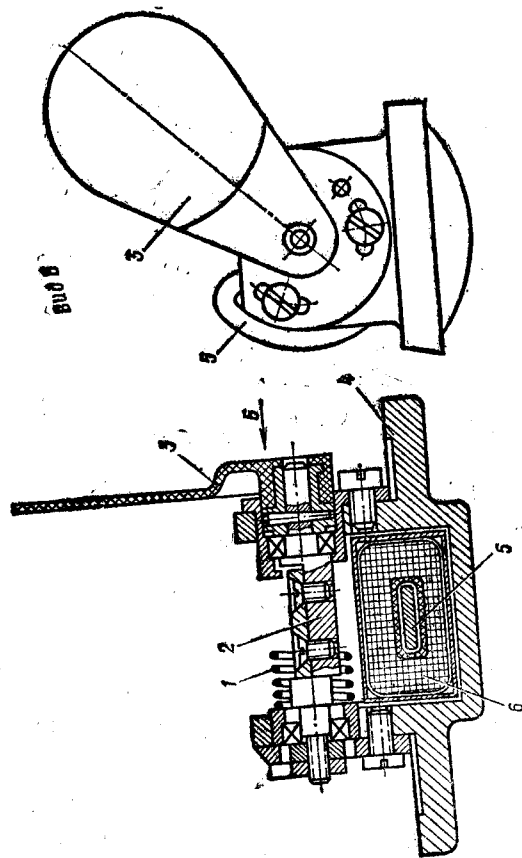

Рис. 14. Механизм защиты прицела:
18. Механизм защиты прицела (рис. 14) от засветки пламенем собственного выстрела устанавливается в прицелах ПГН-1 и ППН-3. Автоматически при нажатии на спусковой крючок (в момент производства выстрела) он за-